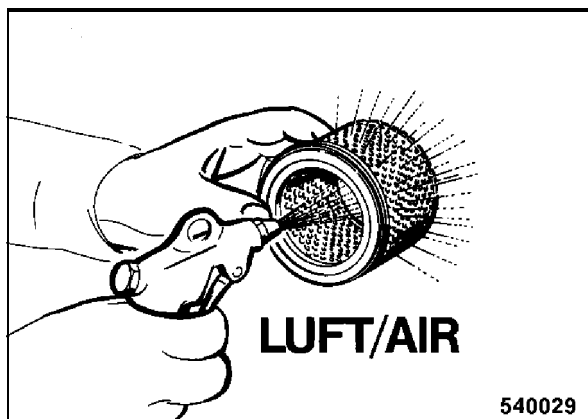

Fig. 40
- Con polvo fino seco hay que limpiar el cartucho filtrante soplando con aire comprimido seco y limpio con mucho cuidado desde el interior hacia el exterior (Fig. 40) (max. 6 bar).